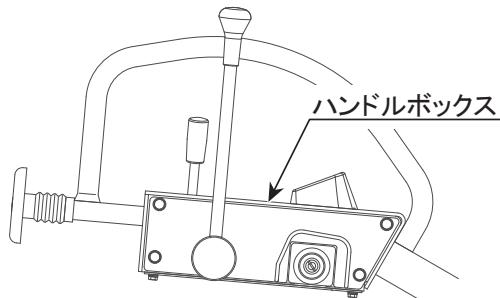

図 20
- 他の機能に問題が無く、振動しない時(電磁クラッチが動作しない)は、ヒューズが切れている場合があります。ハンドルボックス内にあるヒューズ(10A)を確認し、切れている場合は交換してください。(図20)